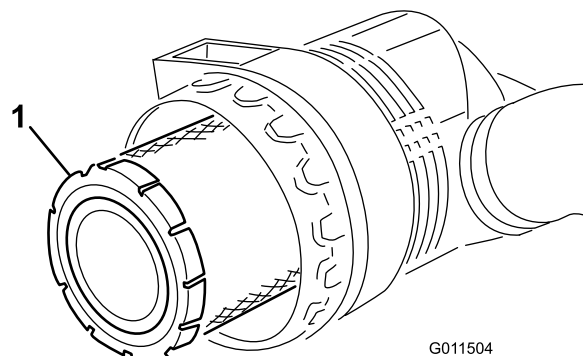

Figure 51
2. Avant d'enlever le filtre (Figure 51), utilisez de l'air comprimé à basse pression (276 kPa [40 psi]) propre et sec pour éliminer toute accumulation importante de débris entre l'extérieur de l'élément principal et la cartouche. N'utilisez pas d'air sous haute pression car il pourrait forcer les impuretés à travers l'élément principal et dans la zone d'admission. Cette procédure de nettoyage empêche le déplacement des débris dans l'admission lors du retrait de l'élément principal.